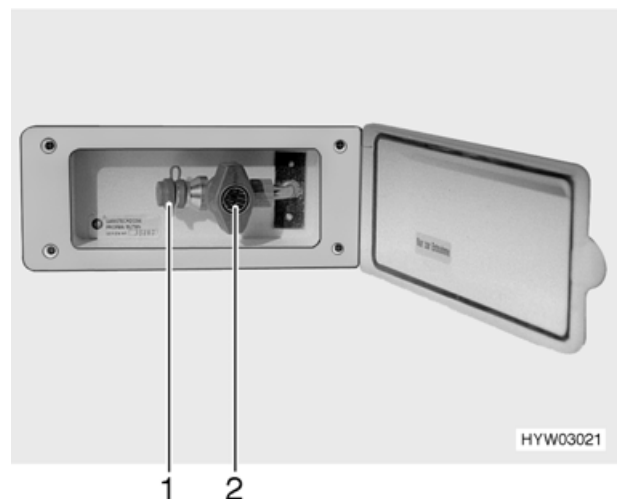

Fig. 34 Presa gas esterna, rubinetto chiuso
- ▶ Quando l'attacco esterno per il gas non viene utilizzato, chiudere sempre il rubinetto (Fig. 34,2).
- ▶ Accertarsi che dopo aver collegato l'impianto a gas e aver aperto il rubinetto non fuoriesca del gas dalla presa esterna (Fig. 34,1). Se l'attacco gas esterno perde, il gas si disperde nell'atmosfera. Chiudere immediatamente il rubinetto e la valvola principale della bombola del gas. Fare controllare la presa esterna del gas da un'officina autorizzata.
La presa gas esterna (Fig. 34) si trova sul lato posteriore destro sulla parete laterale.